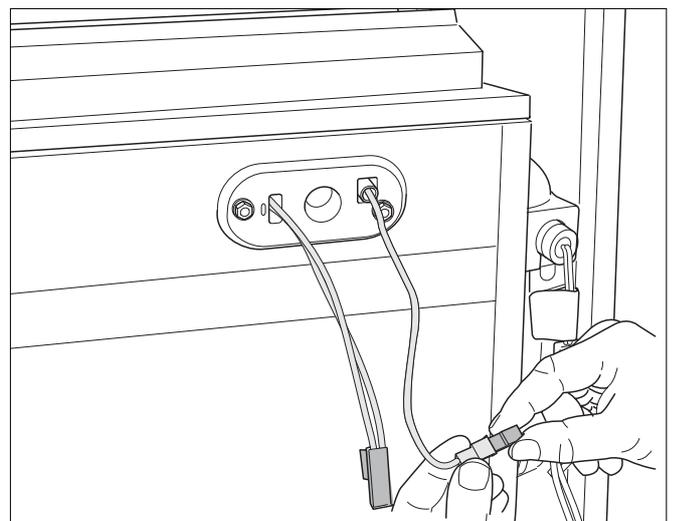

Fig. 73 Smontaggio degli elettrodi di ionizzazione dal giunto ad innesto
- Scollegare il collegamento ad innesto del cavo del dispositivo di controllo ad ionizzazione (fig. 73).